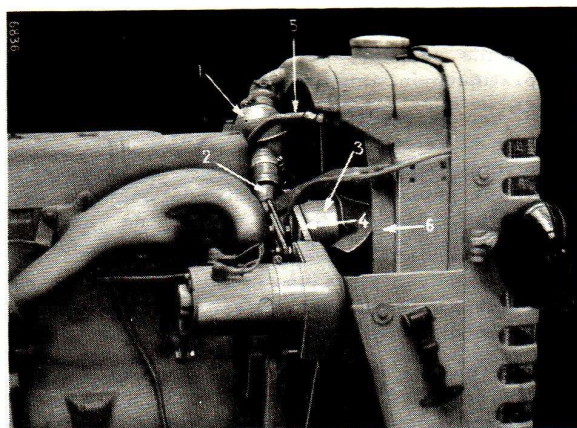

Fig. 43.- Thermostat et ventilateur
La durite de purge (5) fig. 43, située entre la culasse et le radiateur doit toujours être propre. Vérifiez fréquemment l'état de cette durite et remplacez-la si nécessaire.